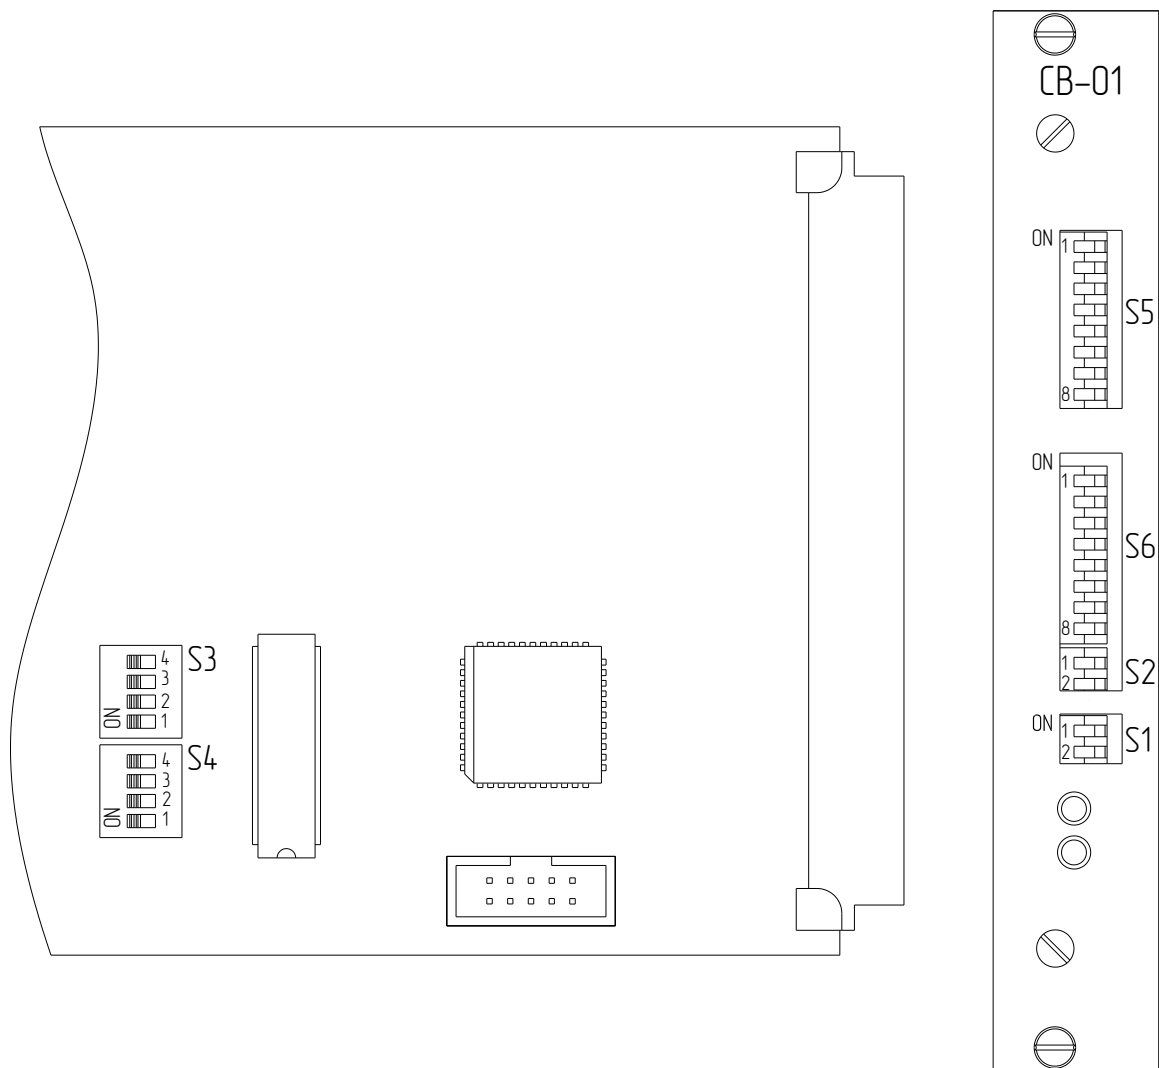

Рис. 1. Плата СВ-01. Схема расположения эксплуатационных переключателей.
4.4. В таблицах 1...5 обозначение переключателей без скобок соответствует каналу 1, в скобках – каналу 2 (см. рис. 1).
- установить режим разговорного тракта в соответствии с табл.1, 2 и 3 (см. рис. 1);